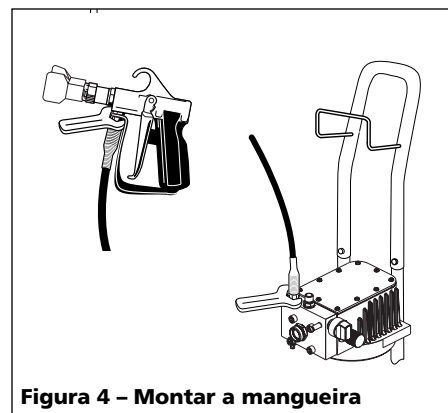

Figura 4 - Montar a mangueira
5. Montar a mangueira de alta pressão e pistola de pulverização à bomba usando uma chave de 11/16" (ver Figura 4). Não montar nesta altura, o conjunto de aspiração.